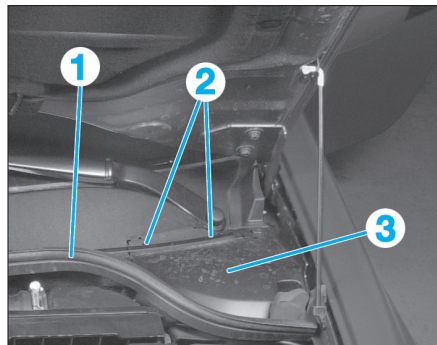

FIG. 4
- Retirer le joint d'étanchéité du compartiment moteur (1) (Fig.4).
- Découper la trappe plastique en suivant les pré-découpages (2).
- les clips plastiques de la trappe (3) et la soulever.